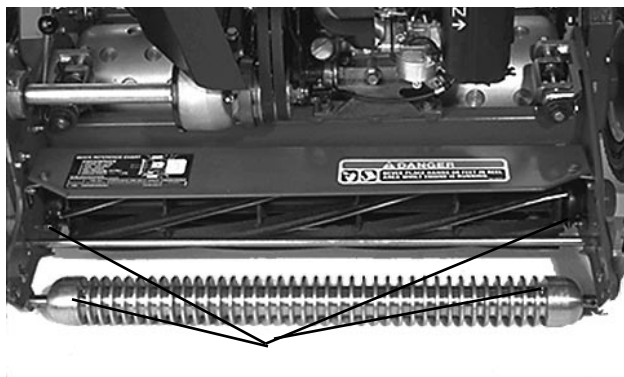
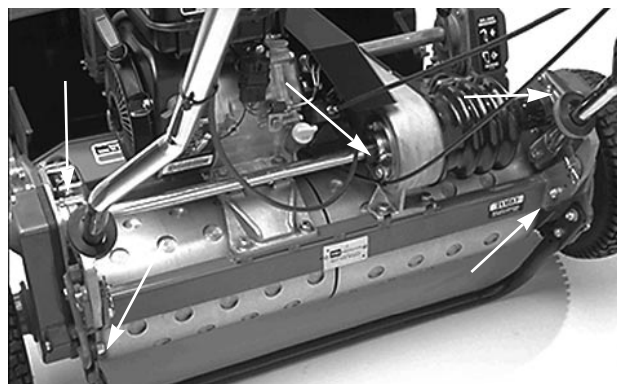

Fig 17
Fig. 18
2. Smørepunktens beliggenhet: (2) på fremre valse (fig. 17), (2) på sylindrelagrene (fig. 17), (2) på trommelaksene (fig. 18), (3) på differensialen (fig. 19), (2) på sylindrens mellomaksellagre (fig. 19) og (1) på remmens ledeskive (fig. 20)